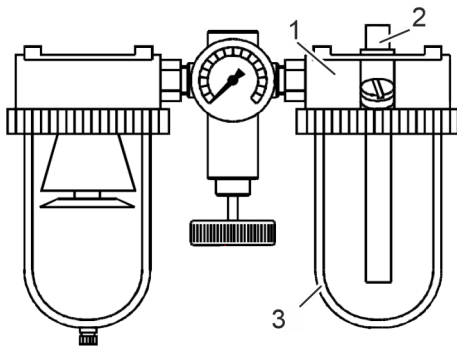

Abb. 13: Nebelöler einstellen
1. ➔ Ölfüllstand am Nebelöler (Abb. 13/1) prüfen. Bei geringem Füllstand Öl nachfüllen ↗ Kapitel 10.5 „Nebelöler füllen“ auf Seite 55.
2. ➔ Ölmenge (Tropfen pro Minute) während des Betriebs an der Dosierschraube (Abb. 13/2) einstellen. Die Tropfenzahl ist im Schauglas zu erkennen.